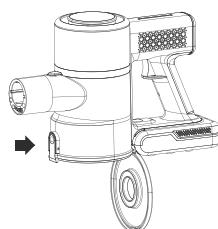

Fig 1.
2.Pressione o botão de liberação, a parte inferior tardia cairá automaticamente, Fig. 1.